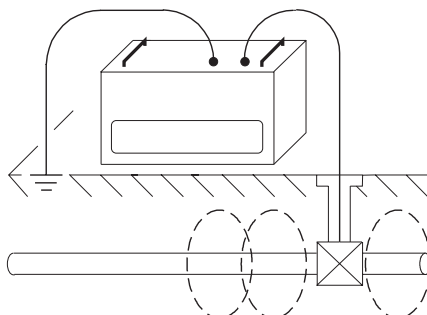

Fig. 3
Si l'on souhaite émettre un signal sur la conduite dans **le mode direct** (voir fig.3), il faut établir une liaison entre l'émetteur (pos.6) et le piquet de terre, puis entre l'émetteur (pos.6) et un point de contact sur la conduite. Le piquet de terre doit être planté dans le sol, éloigné de quelques mètres et perpendiculaire au tracé supposé de la conduite.